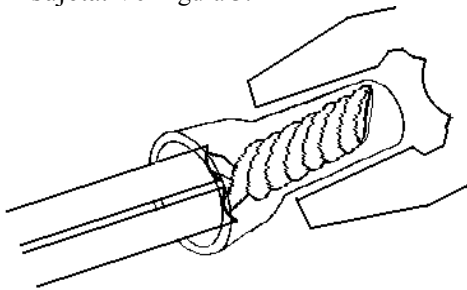

Figura 3. Unión de cables extremo del indicador ELGA®.
1. En el extremo del indicador ELGA®, lleve a cabo la unión de los cables utilizando las cubiertas de enlace de cables (Ver página 5 No. parte 0164-00399). Una los cables de modo tal que coincidan los colores, despunte los cables y trence cada uno con su color respectivo, inserte cada par trenzado en la cubierta de enlace y presione ésta última utilizando las pinzas, verifique que la conexión quede bien sujeta. Ver figura 3.